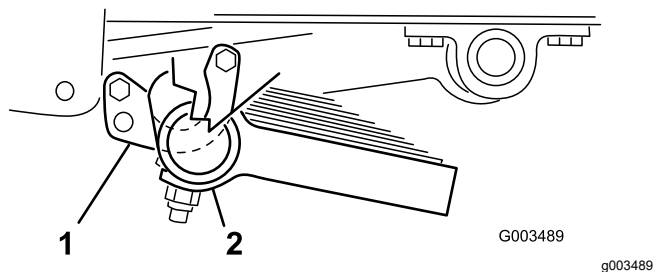

Bild 12
3. Befestigen Sie die Vorderseite jeder Anschlussklemme mit einer Schraube (5/16" x 1") und einer Sicherungsmutter (5/16") am Rohr (Bild 12).